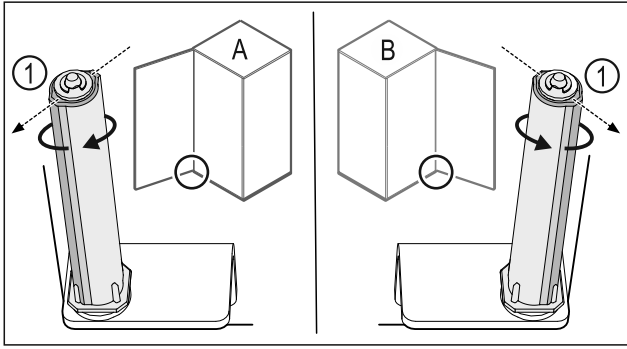

Fig. 31 Μεντεσέδες αριστερά (A) / Μεντεσέδες δεξιά (B)
- ▶ Περιστρέψτε το σύστημα κλεισίματος κόντρα στην αντίσταση, μέχρι ο κορμός του συστήματος κλεισίματος Fig. 31 (1) να είναι στραμμένος προς τα έξω.